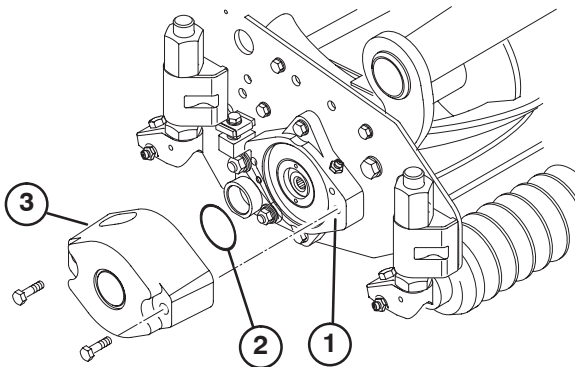

Figure 3
3. Lubrifiez et montez un grand joint torique dans la rainure du boîtier de roulement à chaque extrémité du plateau de coupe (Fig. 3 & 6).
4. Fixez un contrepoids sur l'extrémité appropriée de chaque plateau de coupe au moyen des vis fournies (Fig. 3).